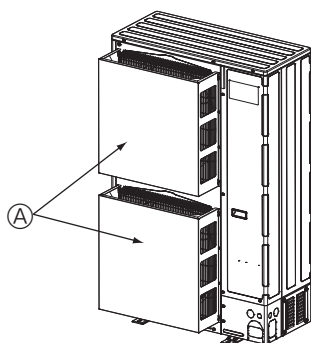

Fig. 2-17
- ② Құрылғы тайфун, т. б. сияқты қатты желдердің салдарынан тікелей ауа өткізгішке кіріп кетуі мүмкін орынға орнатылған болса, қосымша ауа қорғаныс бағыттаушысын орнатыңыз. (Fig. 2-17)